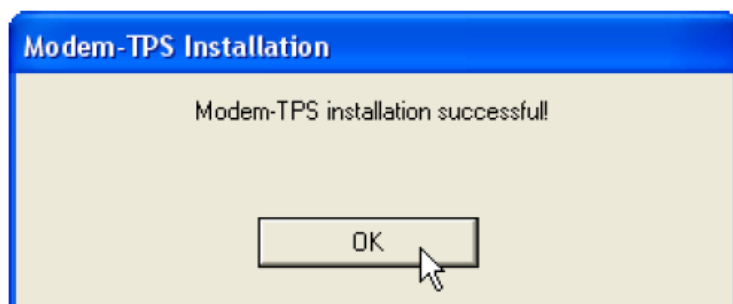

Рисунок 2-3. Завершение установки и ярлык программы
3. Щелкните на кнопке **ОК** для завершения установки (см. рис. 2-3).
4. Создайте ярлык на вашем рабочем столе (необязательно) для быстрого доступа к Modem TPS (см. рис. 2-3).